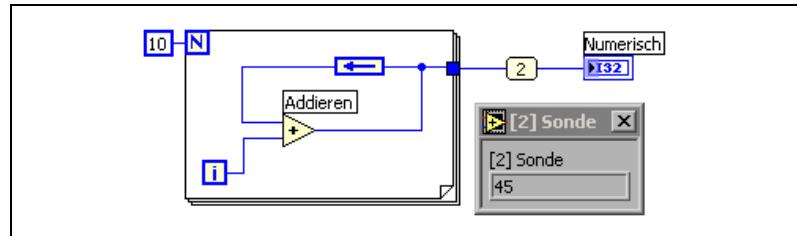

Abbildung 8-5. Ausgabe des letzten Wertes aus der FOR-Schleife
Die FOR-Schleife in Abbildung 8-5 wird ebenfalls zehn Mal wiederholt. In diesem Fall übergibt der Rückkopplungsknoten den Wert der letzten Schleifenausführung jedoch bei jedem Durchlauf an den Eingang der Additionsfunktion. Beim letzten Durchlauf wird Wert des vorherigen (36) an den Eingang der Additionsfunktion übertragen. Diese addiert nun den vom Iterationsanschluss erzeugten Wert (9) mit dem Wert, der vom Rückkopplungsknoten übergeben wird (36) und gibt das Ergebnis an den Tunnel. Bei Ausführungsende des VIs wird daher in der numerischen Anzeige 45 angezeigt.